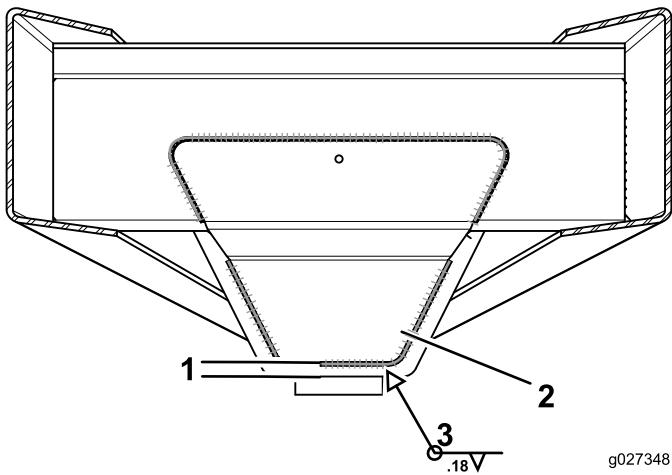

Figure 3
1. Soudez par point le gousset aux emplacements indiqué à la Figure 3.
2. Soudez le gousset arrière comme montré à la Figure 3.